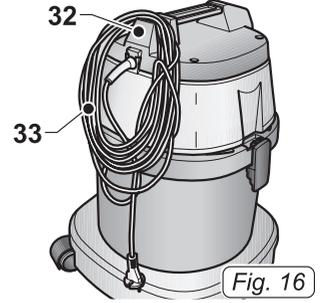

Fig. 16
- Das Kabel (33 Abb.16) aufwickeln und im entsprechenden Sitz (32 Abb. 16) befestigen.